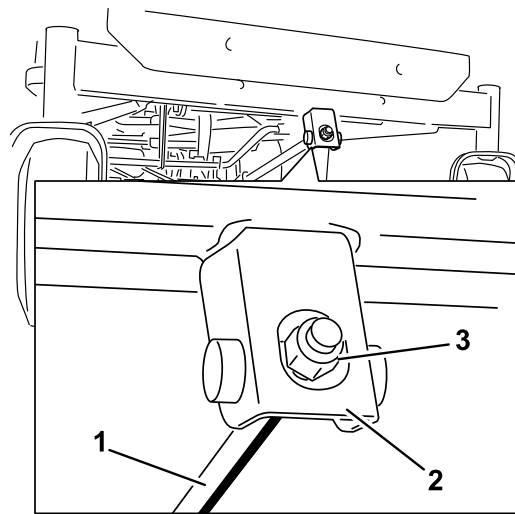

Figura 72
1. Rotii piulia de reglare de la partea din față a mainii de tuns iarbă (Figura 72).